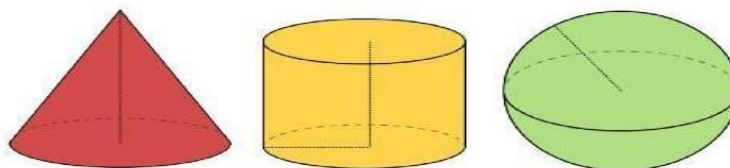

Рис.5. Фигуры, образованные криволинейными плоскостями
2.Тела вращения, образованные криволинейными поверхностями (сфера, конус, цилиндр и др.) (рис.5).